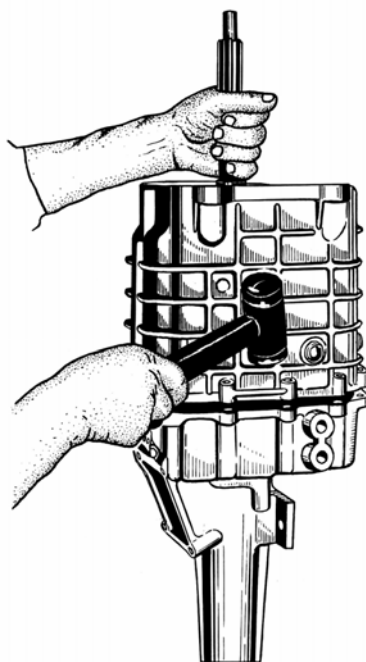

Рис. 4.25. Установка переднего картера
- удерживая постоянно первичный вал в крайнем верхнем положении (вытягивая его вверх), установить передний картер на шариковый подшипник первичного вала, совместив установочные втулки на переднем картере с соответствующими отверстиями в заднем картере (рис. 4.25) (эту операцию целесообразно проводить вдвоем);